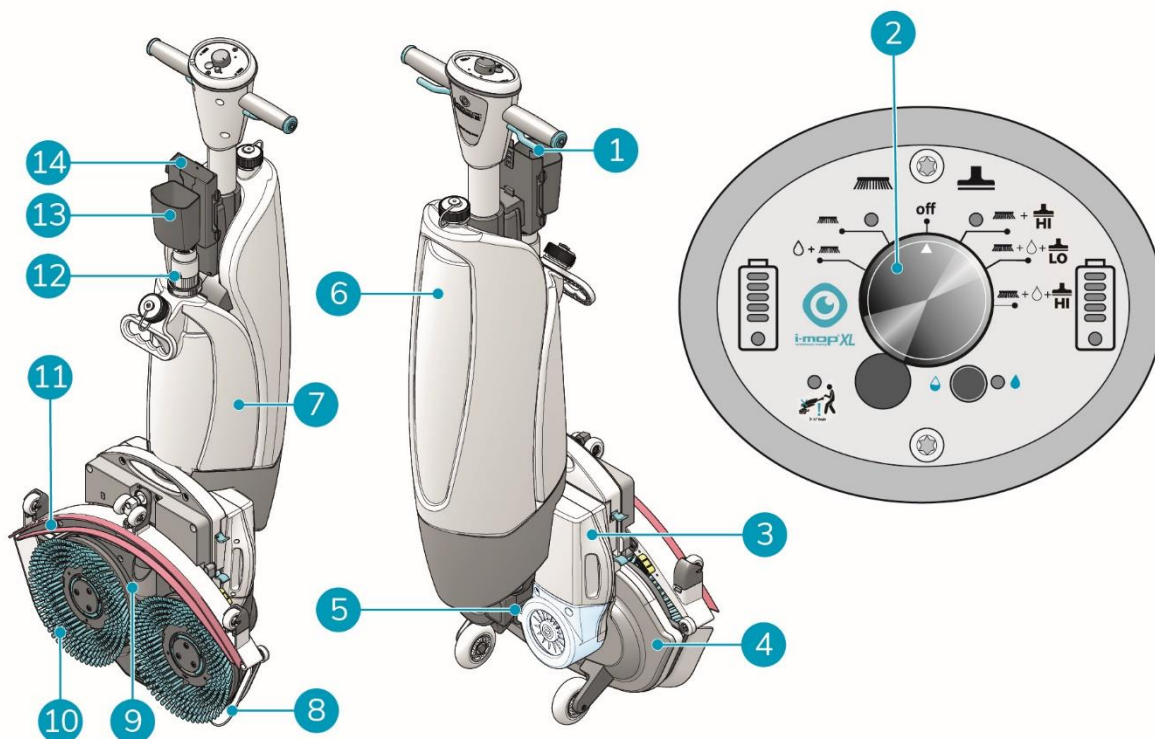

Figura 5
4. Agora, a plataforma de lavagem pode ser levantada lentamente até ficar na vertical sobre as rodas dianteiras (Figura 5, pos 4). Guie a carroçaria em direção à plataforma de lavagem até que esta fique em posição de repouso.